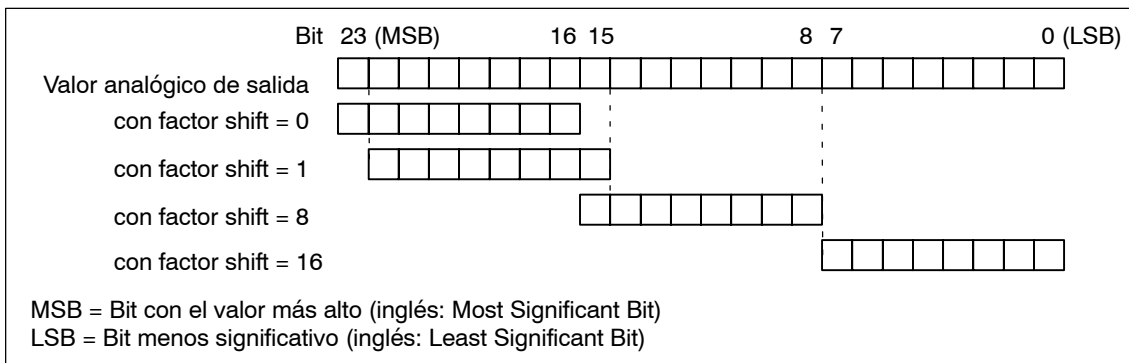

Fig. 7-8 Factor shift con salida analógica de señales de 24 bits
- Factor Shift (ver figs. 7-8 y 7-9)